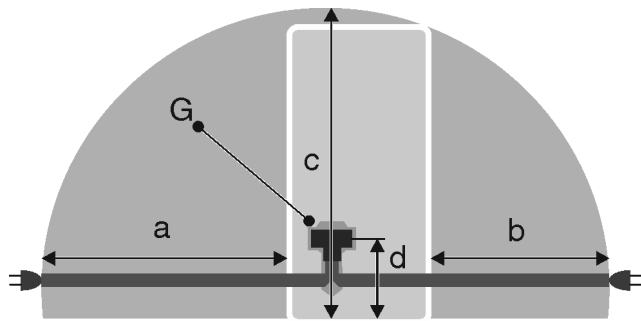

Fig. 23*
- Steckdose liegt nicht hinter dem Gerät, sondern in den Bereichen a oder b Fig. 23 (a, b, c).
- ▶ Gerätestecker Fig. 23 (G) auf der Rückseite des Gerätes einstecken. Auf richtiges Einrasten achten.